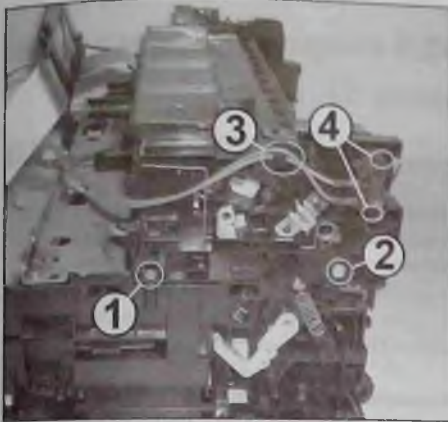

Рис. 21
3. Располагают принтер правой стороной к себе. Откручивают два самореза (1 и 2 на рис. 21) крепления блока ксерографии к узлу подачи и транспорта бумаги.
Располагают блок ксерографии датчиком задней крышки к себе. Освобождают жгут подключения датчика к соединительной плате из пазов прокладки (3 на рис. 21) на узле ксерографии. Запоминают положение датчика (микрорепереключателем), освобождают фиксаторы (4 на рис. 21), перемещают микрорепереключитель к себе и снимают его с узла ксерографии.